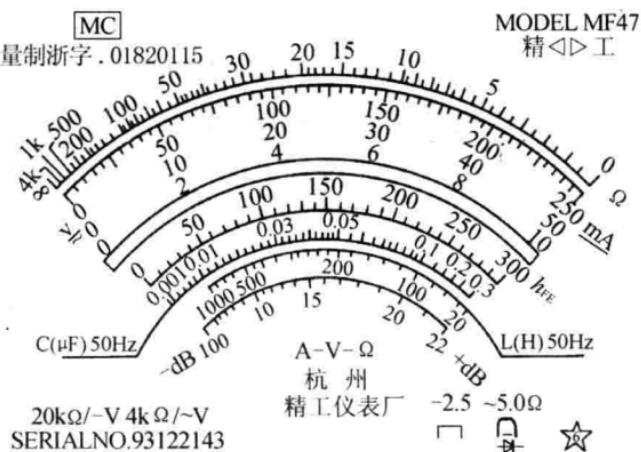

图 1-10 MF47 型万用表表盘
(1) MF47 型万用表表盘。MF47 型万用表表盘如图 1-10 所示, 表盘上有 6 条标度尺, 其含义见表 1-5 所示。MF47 型万用表表盘上的符号、字母和数字有确定的含义, 其中符号